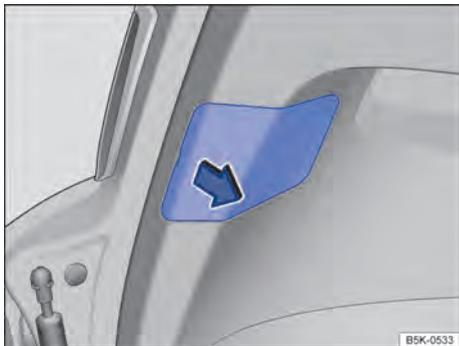

Fig. 204 Na tampa do compartimento de bagagem: retirar a cobertura.
3. Levantar com cuidado a cobertura, se necessário, com a lâmina plana da chave de fenda das ferramentas de bordo → Fig. 204.